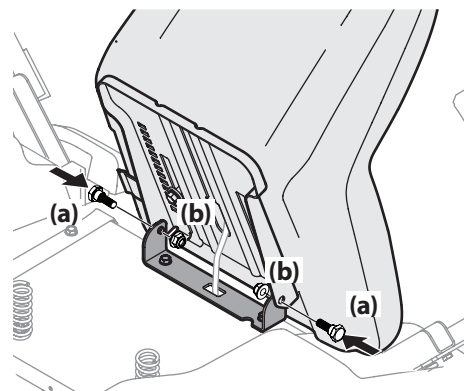

Figure 2-4
3. Faites basculer le siège vers l'arrière en position de conduite et fixez-le avec les boulons à épaulement (a) et les écrous autobloquants (b) retirés à l'étape précédente. Prenez garde de ne pas coincer ou endommager le faisceau de câbles pendant que vous installez le siège. Voir Figure 2-4.